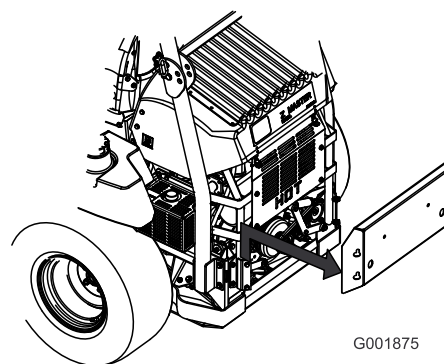

Figure 65
3. Déposez le panneau de moteur arrière (Figure 65).